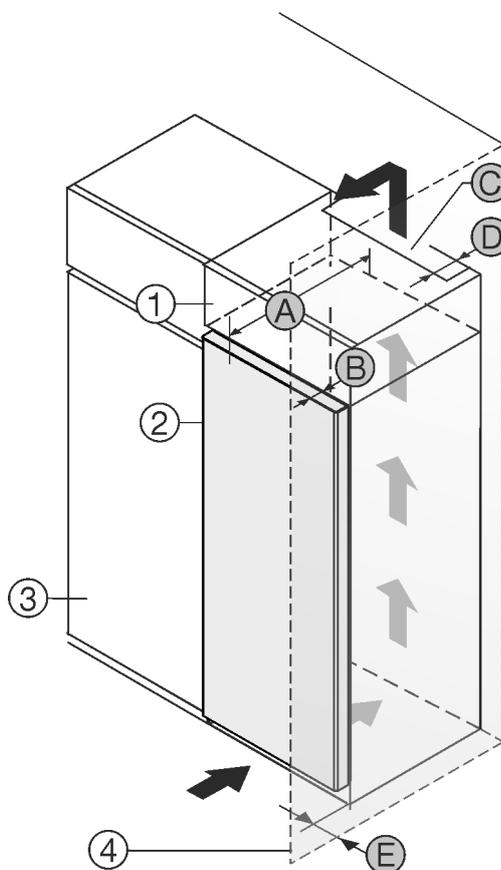

Fig. 1
Puede colocar el electrodoméstico directamente al lado del armario de cocina Fig. 1 (3).*
En la parte trasera del armario superior debe haber una cámara de salida de aire con una profundidad Fig. 1 (D) que abarque toda la anchura del armario.*
Bajo el techo de la estancia debe mantenerse la sección transversal de ventilación Fig. 1 (C).*
Si el electrodoméstico se instala con las bisagras junto a una pared Fig. 1 (4), la distancia entre el electrodoméstico y la pared debe ser de como mínimo 13 mm .*
Para poder abrir totalmente la puerta, el electrodoméstico debe sobresalir la profundidad de la puerta Fig. 1 (B) respecto del frente del armario de cocina. El electrodoméstico puede sobresalir más en función de la profundidad de los armarios de cocina Fig. 1 (3) y del uso de distanciadores de pared.*